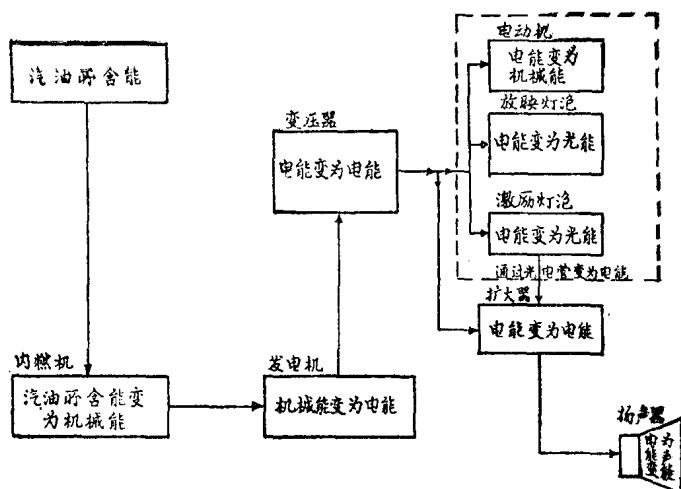

图1·1 放映设备中的能量轉換过程
3. 电能是其他形态能的轉換中心 自然界各种形态的能,通常可以和电能相互轉換,而且有的能量即使可以直接轉換,应用时也大都需要通过电能。如机械能可以直接轉換为热能,也可以先轉換为电能,再由电能轉換为热能。但光能却不能直接轉換为声能,必須先把光能轉換为电能,然后再由电能轉換为声能。放映机上的还音装置就是这样的。放映工作的全套设备,就是能的形态轉換过程的一个例子,如图1·1所示。